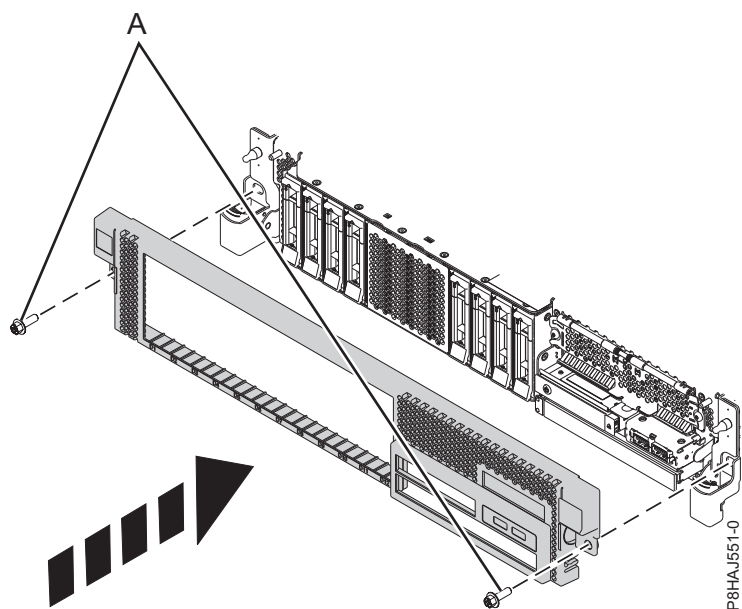

図 31. 前面カバーの取り付け
3. 54 ページの図 31 に示す方向にリリース・ラッチを押して、閉じます。 カチッという音がしてカバーが正しい位置に収まります。カバーにはより簡単につかむことができるくぼみがあります。
4. 配送用ねじ (A) を再取り付けします。